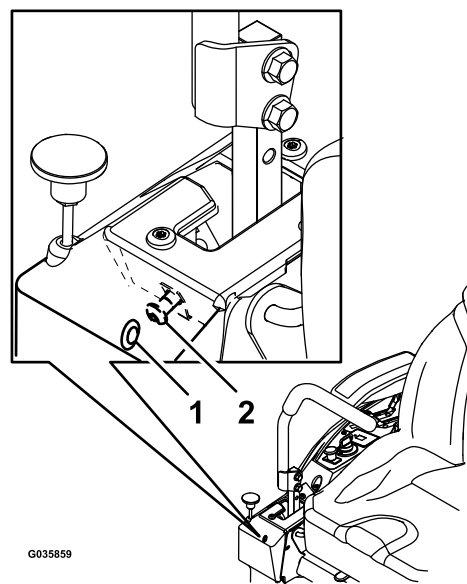

Figure 69
6. Si la machine se déporte à droite, insérez une clé hexagonale de 3/16 po dans le trou d'accès du panneau de couvercle avant droit et tournez la vis de réglage de l'alignement dans le sens horaire ou antihoraire pour ajuster la course du levier (Figure 69).
7. Si la machine se déporte à gauche, insérez une clé hexagonale de 3/16 po dans le trou d'accès du panneau de couvercle avant droit et tournez la vis de réglage de l'alignement dans le sens horaire ou antihoraire pour ajuster la course du levier (Figure 69).